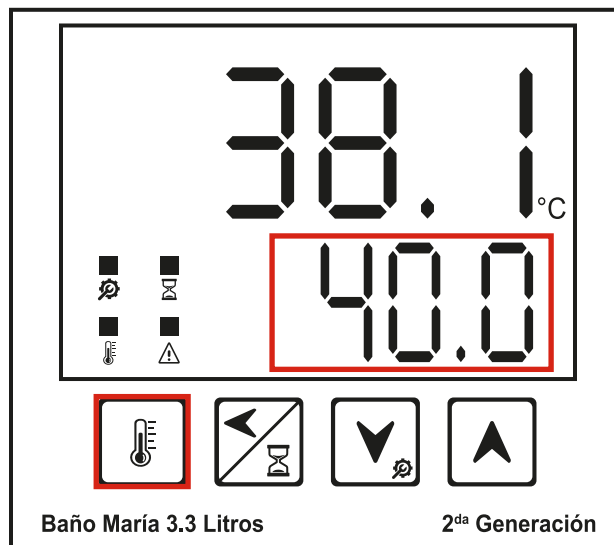

Figura 4. Ajuste de temperatura
3. Definir temperatura objetivo. Presione el botón 7  para acceder al modo de ajuste de temperatura y establecer el valor. Cuando el número parpadee, indica que se encuentra en el modo de ajuste. Pulse el botón arriba para aumentar el valor y el botón abajo para disminuirlo. Mantenga pulsado para aumentar o disminuir el valor deseado. Una vez finalizado el ajuste, pulse el botón 7 para salir del modo de ajuste y volver al modo de medición normal. Ver figura 4.